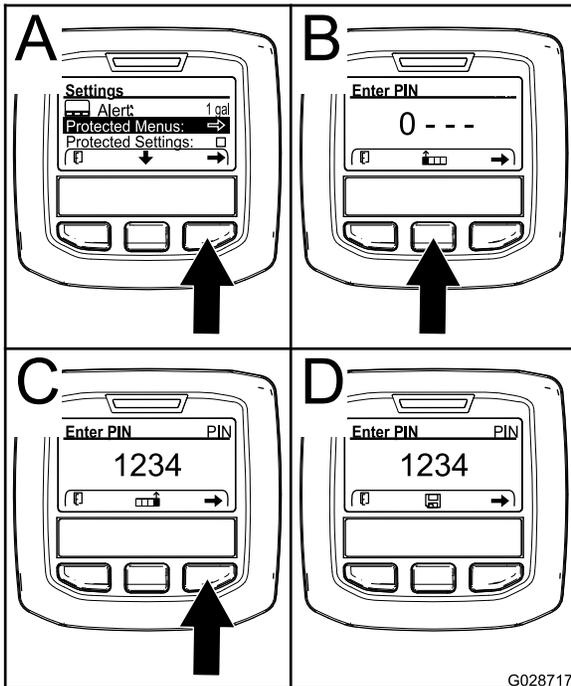

Рисунок 12
- Нажмите среднюю кнопку выбора (B на Рисунок 12), чтобы увеличить цифровое значение (от 0 до 9)..
- Нажмите правую кнопку выбора (C на Рисунок 12), чтобы переместить курсор на позицию следующей цифры вправо.
Примечание: Над средней кнопкой выбора (D на Рисунок 12) появится значок Save (Сохранить).
3. Нажмите правую кнопку выбора, чтобы выбрать Protected Menus (Защищенные меню) (A на Рисунок 12).